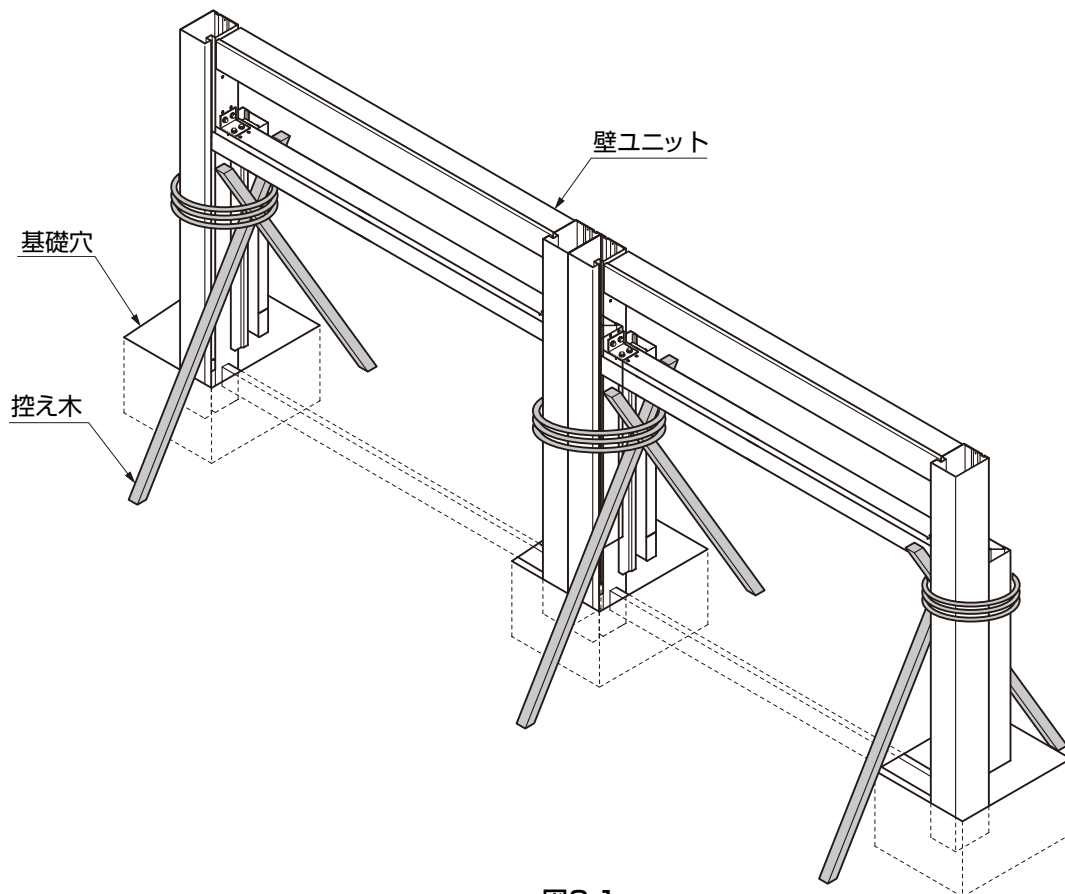

図3-1
①基礎穴に壁ユニットを立てて、控え木等で壁ユニットが倒れないように固定してください。(図3-1参照)